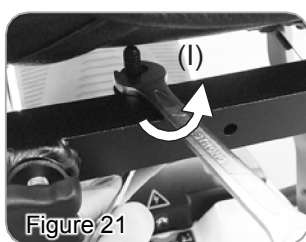

Figure 21
1. Desserrez les vis (I) à l'aide d'une clé et d'une clé hexagonale.
2. Appuyez sur les ressorts (J) pour les retirer du support coulissant du siège.
3. Tirez sur les ressorts du siège et maintenez-les pour libérer le loquet de siège (K).
4. Poussez le support du siège (L) avec les pouces vers l'arrière du scooter pour dégager le siège du loquet.
- ❖ Lorsque vous remettez le siège en place, insérez-le dans le support coulissant du siège. Poussez le siège vers l'avant du scooter (point vert), serrez les vis (figure 21) et réinstallez les ressorts dans le support coulissant du siège (J).